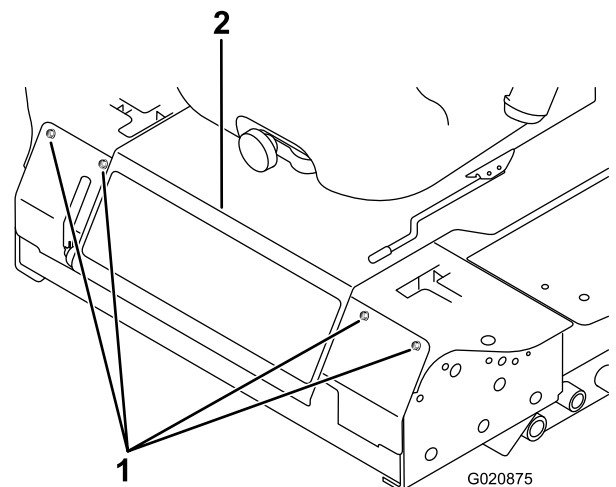

Figure 47
2. Retirez les boulons de fixation du panneau avant et déposez le panneau (Figure 47).